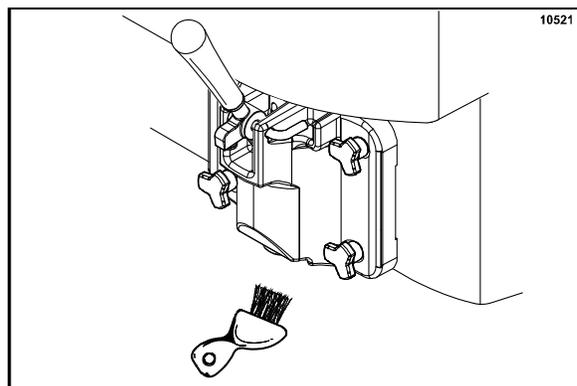

図40
2. 少量の洗浄液を用意しフリーザーに戻ります。ドアスパウトブラシを消毒液に浸し、スパウトとドロバルブの下を洗います(図40を参照)。